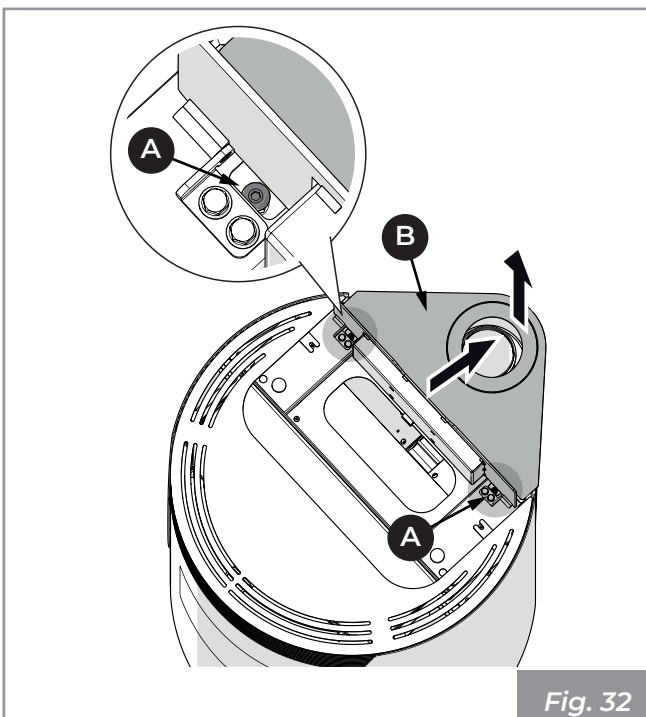

Fig. 32
- Allentare le viti **(A)** ed estrarre il piano **(B)** (**Fig. 32**).